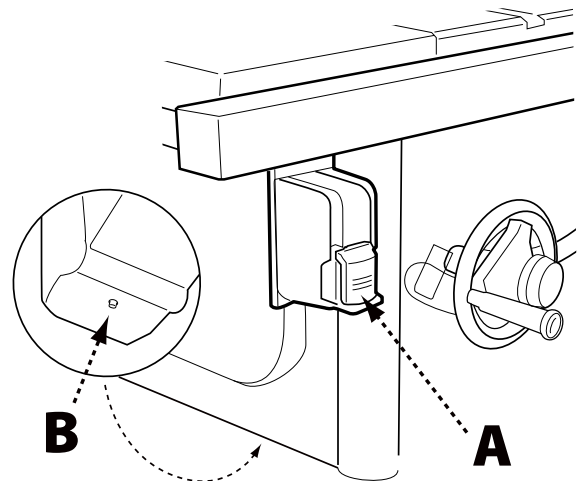

FIGURA 23
El interruptor POWER (encendido) (Figura 23) se encuentra abajo del ala de extensión izquierda frontal.
el botón rojo de restablecimiento (B) en el motor debajo de la sierra, que se muestra en la Figura 23 y vuelva a encender la sierra.